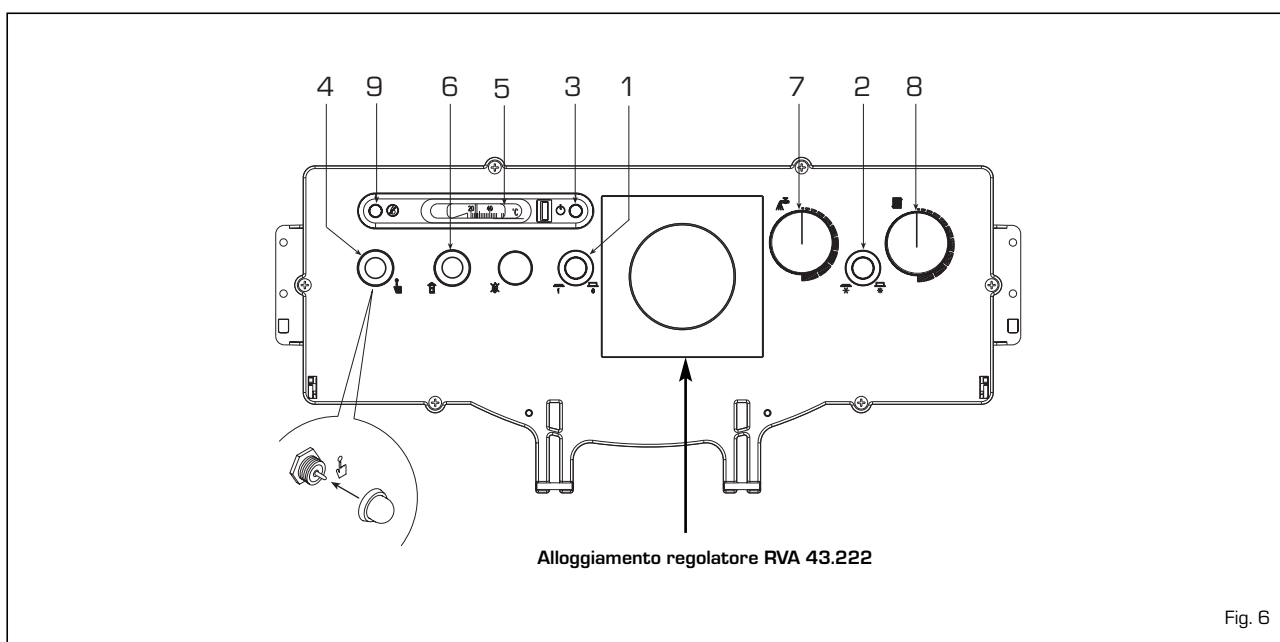

Fig. 6
Il regolatore si installa nel pannello comandi in sostituzione dell'apposita chiusura (fig. 6).
3.2.1 Accensione caldaia (fig. 6)
3.2.2 Termostato sicurezza (fig. 6)
3.2.3 Riempimento impianto (fig. 6)
3.2.4 Spegnimento caldaia (fig. 6)